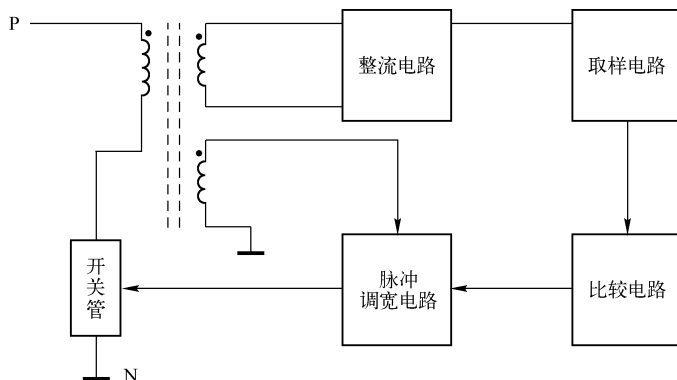

图 2-10 开关电源电路的组成结构图
(2) 变频器电源电路原理的介绍。变频器电源电路基本都采用了开关电源电路。开关电源电路的组成结构如图 2-10 所示。